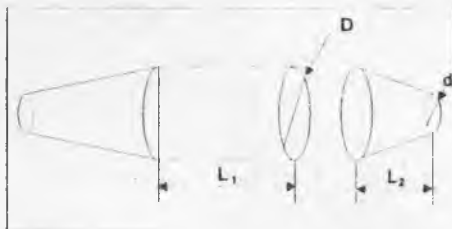

Рис.11.
6. Решить задачу 5 в случае, если бак имеет вид цилиндра с усеченными коническими днищами (Рис.11.) при  $d=kD$ , где  $0 < k < 1$ .